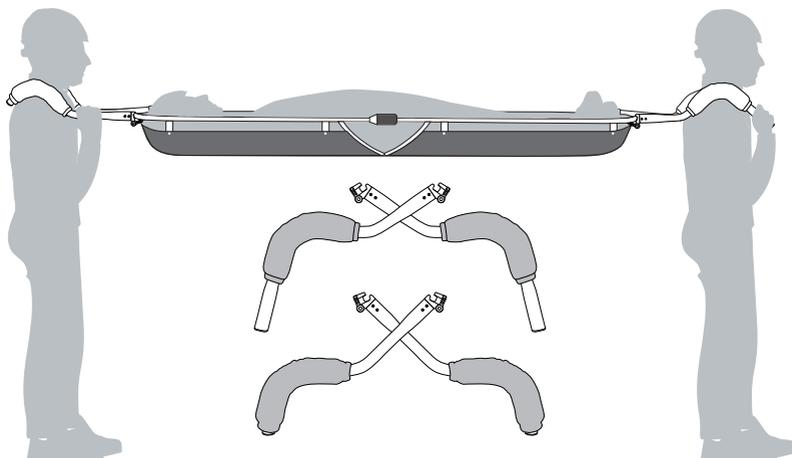

Fig.2
Trasporto manuale mediante i manici 880060KITKK (componenti opzionali) - (fig. 2)	300 kg
- a) Manici, per il trasporto "a spalla"(fig. 2),